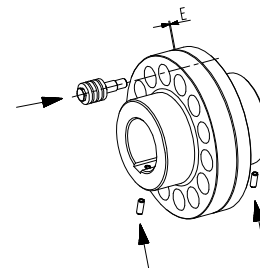

Рис. 13
- Переместите агрегаты в осевом направлении так, чтобы выдержать размер-Е (см. рис. 13).
- Лёгкими ударами вбейте пальцы через отверстие полумуфты, деталь 1 в отверстия полумуфты, деталь 2 (см. рис. 13).